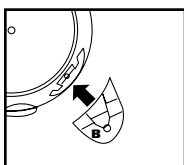

FIGURA 10
9. Tome la base de la ruedita marcada con la letra **B** y colóquela en la ranura en el lado derecho del depósito, también marcado con la letra **B.** **FIGURA 10.**